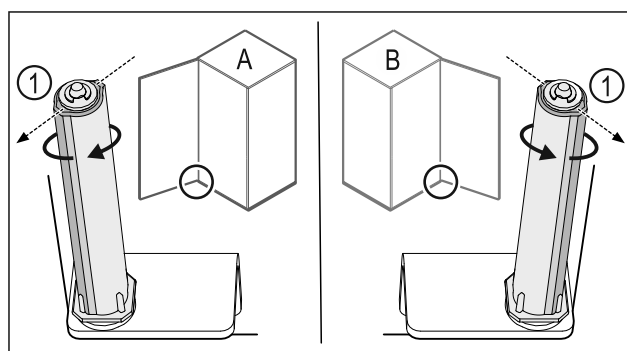

Fig. 54 Bal oldali ütköző (A) / Jobb oldali ütköző (B)
- ▶ Forgassa el a zárrendszert az ellenállással szemben, amíg a zárrendszer Fig. 54 (1) támasztója kifelé nem mutat.